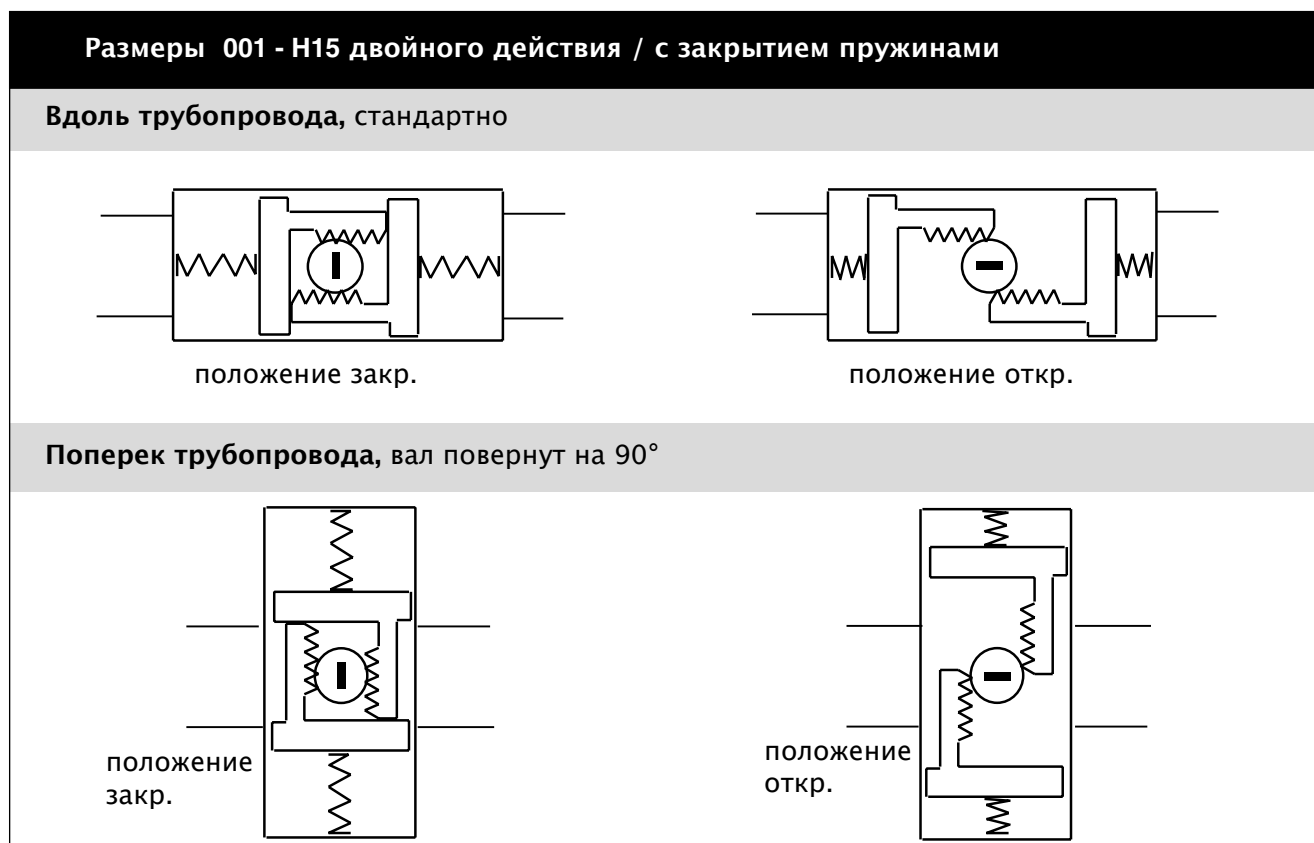
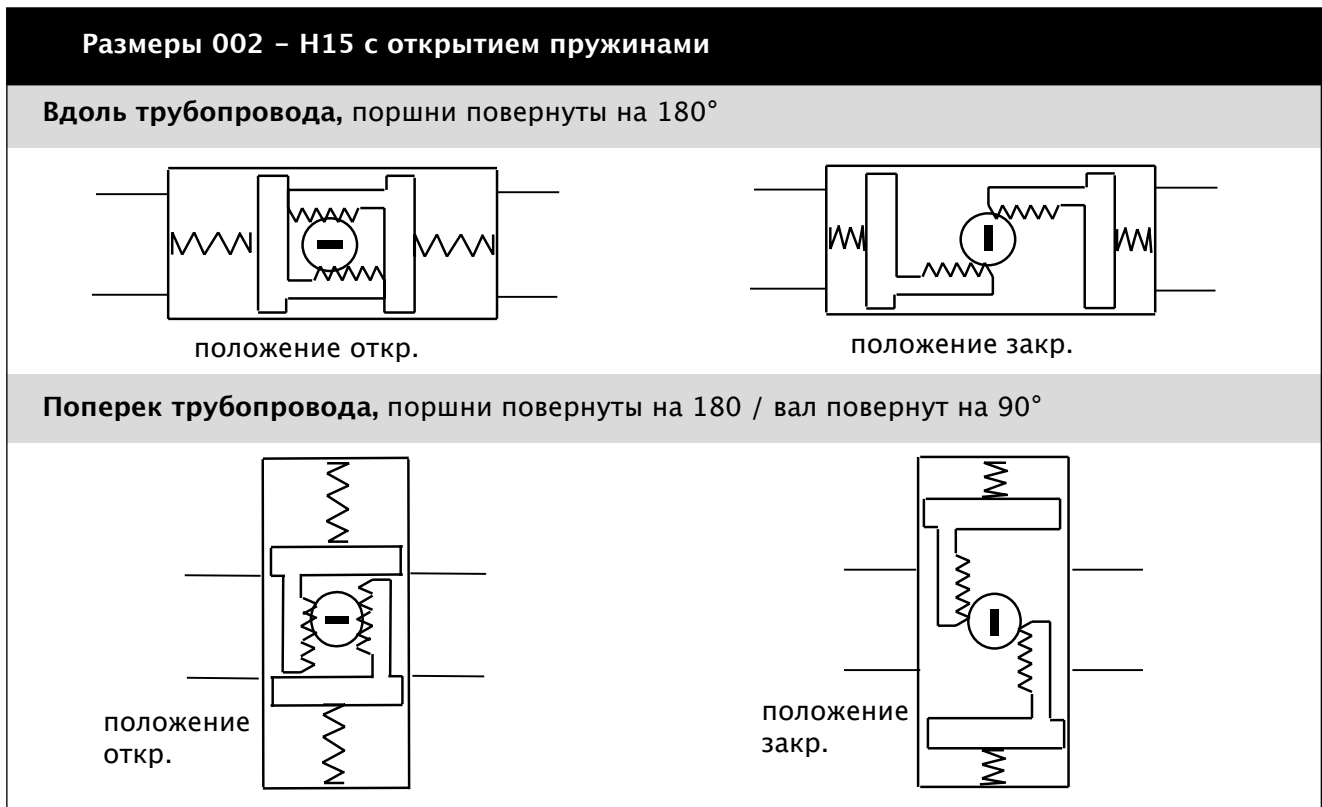

Рис. 14 Схема привода двойного действия и с замыкающей пружиной (Размеры 001 до Н15)
Рис. 15 Схема привода с размыкающей пружиной (Размеры 002 до Н15)
Оба поршня (3) снова должны быть смонтированы незеркально и с помощью зубчатой рейки слева и справа от включающего вала (4) так, как они были вынуты, так как в противном случае изменяется направление вращения привода! См. также рис. 14 (закрываемый пружинами) и рис. 15 (открываемый пружинами). В этом случае оба поршня (3) должны вводиться одновременно!